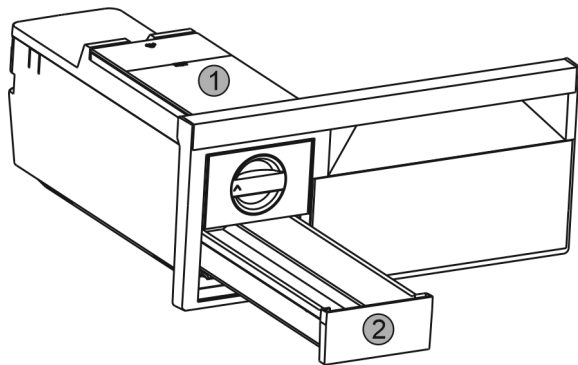

Fig. 79
- ▶ Извадете резервоара за вода Fig. 79 (1) и чекмеджето за ледени кубчета Fig. 79 (2).